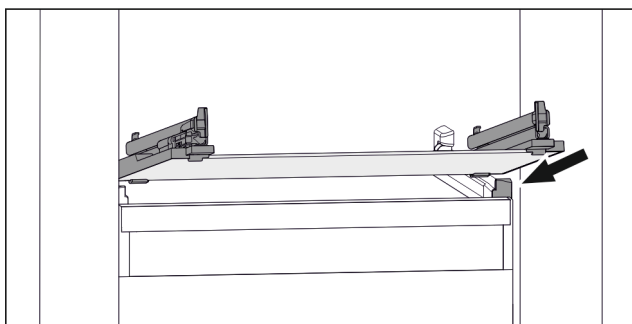

Fig. 132 Příklad znázornění skleněné desky
- ▶ Nasadte skleněnou desku šikmo za zářádky. (viz Fig. 132)